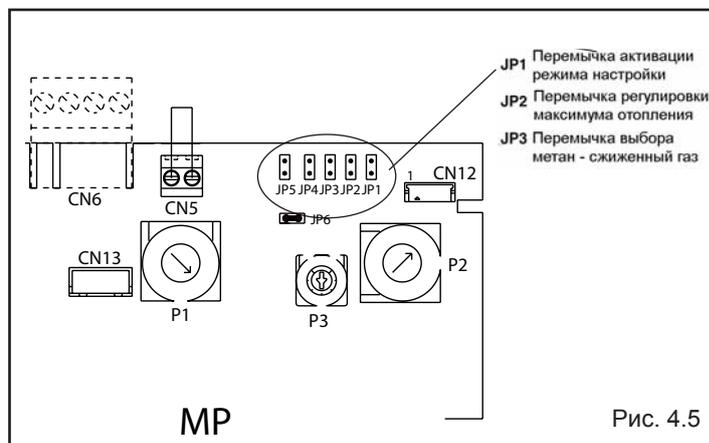

Рис. 4.5
- Установите переключку JP1 (рис. 4.5), при этом ручки, расположенные на панели управления, начнут выполнять функции регулирования минимума и максимума для режима отопления; На дисплее появляется ADJ  чтобы показать, что регулировка выполняется
- Установите переключку JP2 (рис. 4.5)
- На плате управления (рис. 4.5):